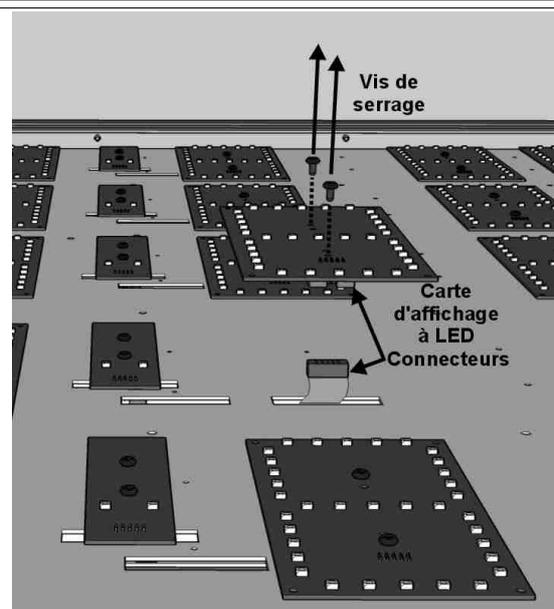

Fig. 17: Remplacement d'une carte à LED
2. Avec le tournevis, ôtez les vis de serrage de la carte à remplacer (Fig. 17); écartez légèrement la carte de sa position pour enlever le connecteur du câble de connexion plat.